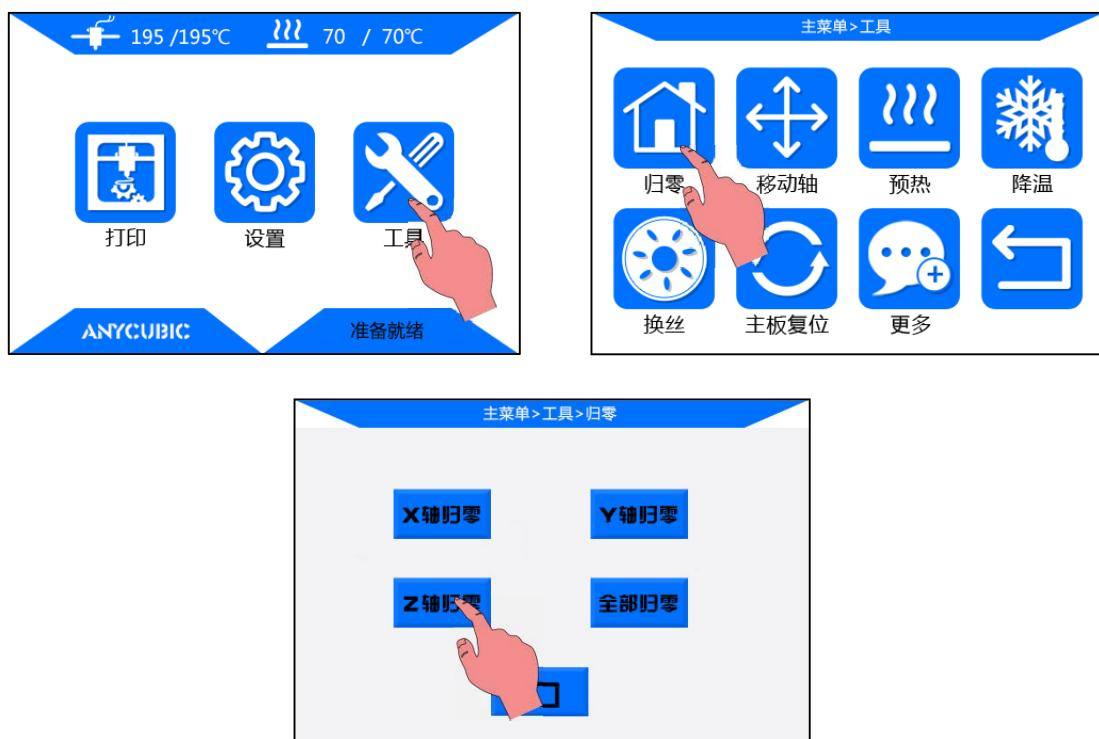

图 8
**第二步：操控屏返回至主界面，点击：工具→归零→Z轴归零（如图8）。Z轴停止下降归零后，Z轴电机将固定锁紧。**